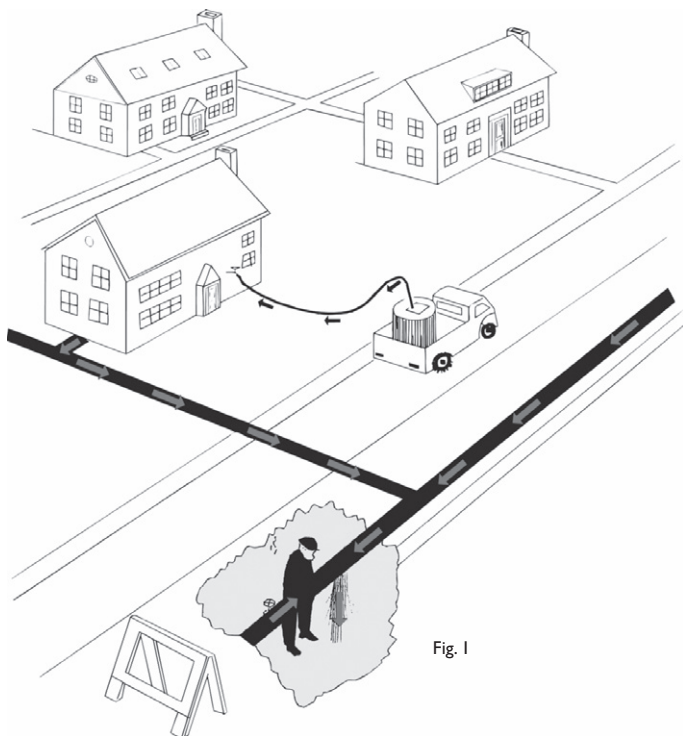

Fig. 1
- a) A cause d'une baisse de pression (voulue ou accidentelle) dans le réseau de distribution ou dans les installations intérieures (fig.1)